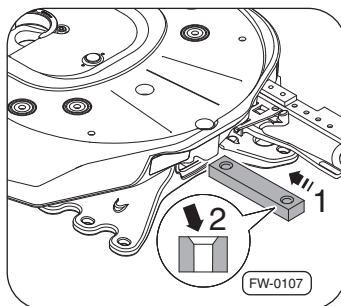

Fig. 26 · Mise en place des brides de fixation
2. Insérer latéralement les brides de fixation ⇒Fig. 26, –flèche 1– des deux côtés en veillant à la position correcte du chanfrein des trous –flèche 2– (chanfrein orienté vers le haut).